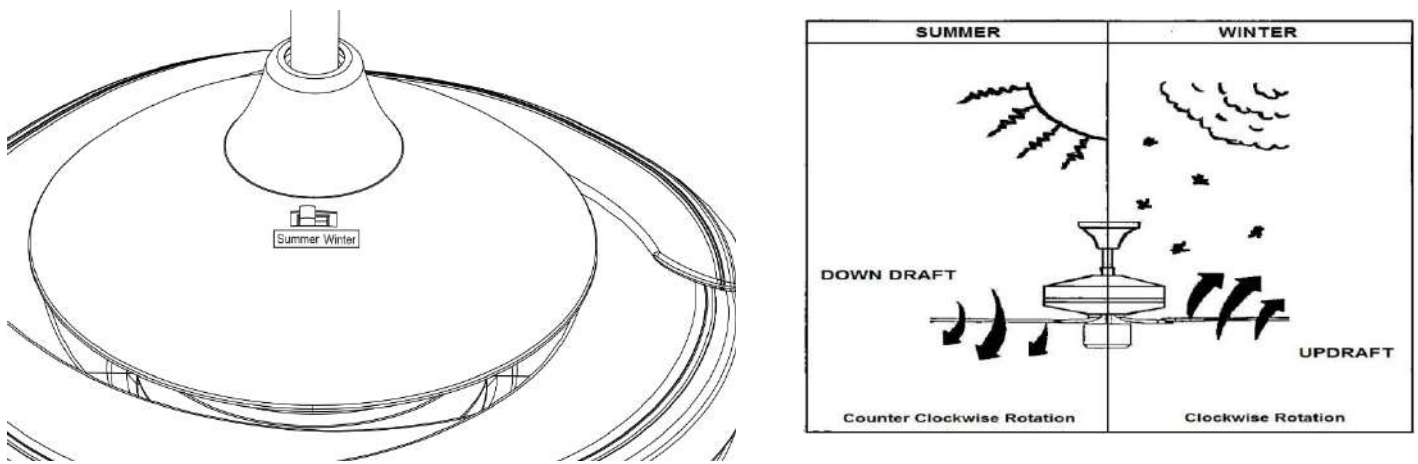

Fig. 17
**REVERSING FUNCTION (Fig. 17)**